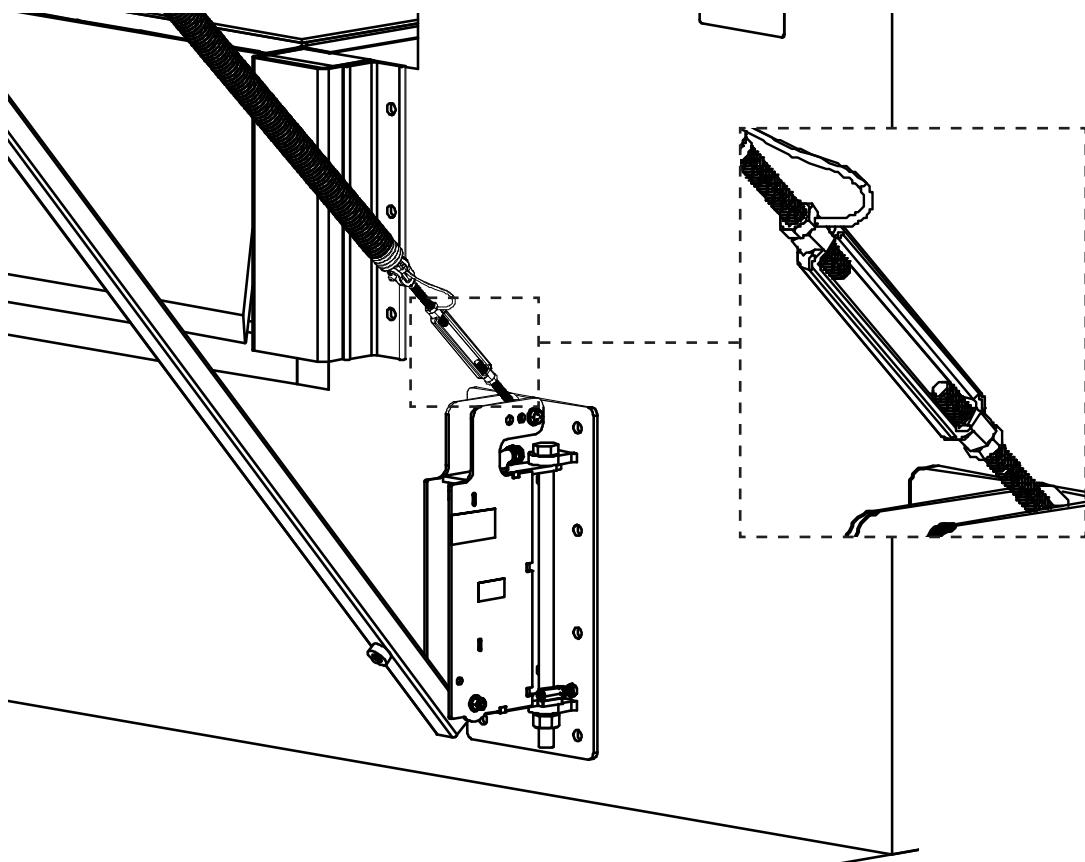

Figura 15
2. Ajuste la tensión del resorte con el tensor, lo que se muestra en la **Figura 15 en la página 19**. Afloje las contratuercas y luego ajuste el tensor a la tensión deseada. Se debe retraer el brazo hacia la pared en 5 segundos o menos.